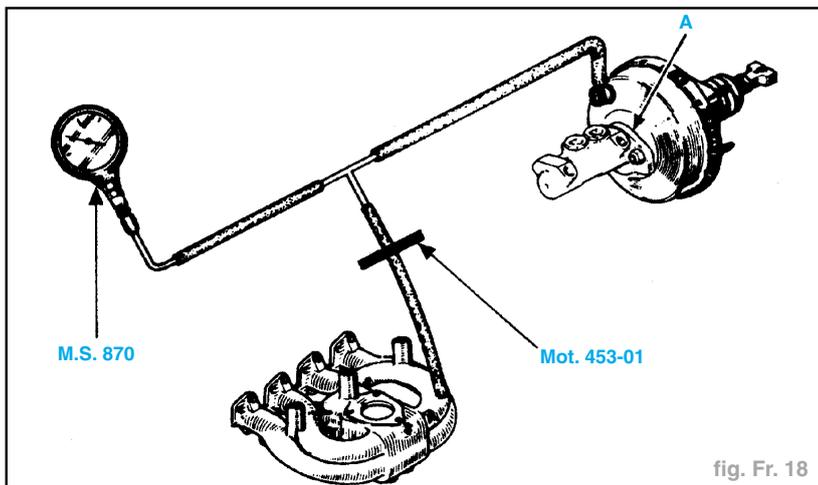

fig. Fr. 18
- En cas de fuite à ce niveau, remplacer le joint (A) (fig. Fr. 18).